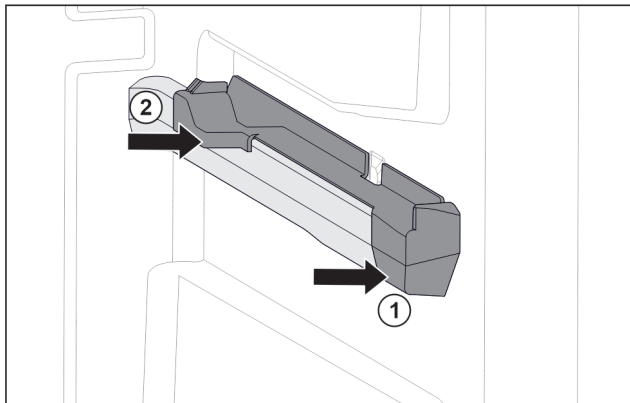

Fig. 148 Násuvný diel na pravom rebre nádoby
- ▶ Nasadíte násuvný diel vpredu na rebro nádoby. Fig. 148 (1)
- ▶ Pritlačíte násuvný diel vzadu. Fig. 148 (2)